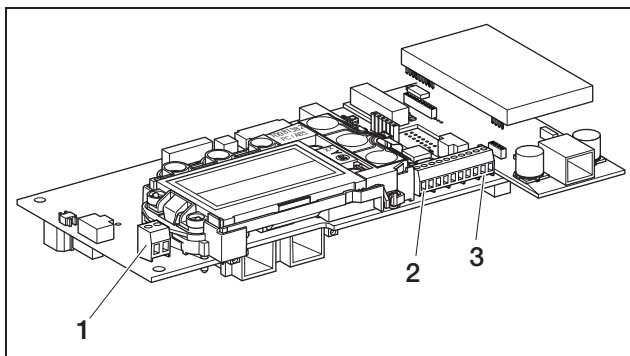

Abbildung 59: Anschlüsse Kommunikationsboard II
Der Schaltausgang (Klemme S0/AL-OUT, Position 1 in Abb. 59) hat je nach Einstellung unterschiedliche Funktionen (siehe Abschnitt «Funktion des Schaltausgangs einstellen», Seite 50). Er dient entweder als S0-Schnittstelle oder als Alarmausgang oder zum Schalten von Verbrauchern (Eigenverbrauch).
- Schließen Sie die Leitungen an der entsprechenden Klemme (Abbildung 59, Position 1) an.
- Schließen Sie die Leitungen entsprechend der Anschlussbelegung (Tabelle 11) an der Klemme (4 in Abbildung 59) an.